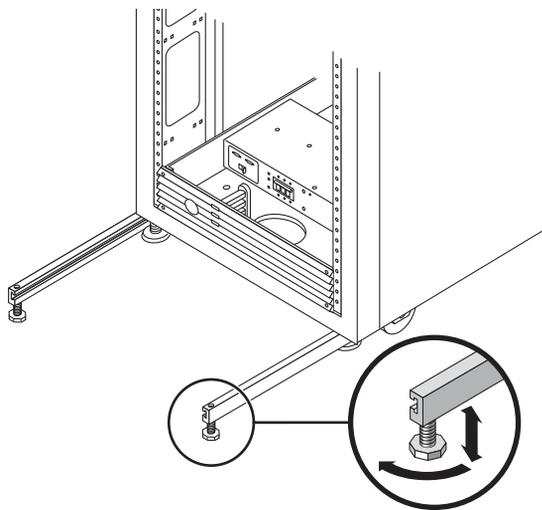

图 2-5 调节稳定支脚上的水准支垫
6. 使用调平扳手调节每一个稳定支脚上的支垫，使其触地（图 2-5）。